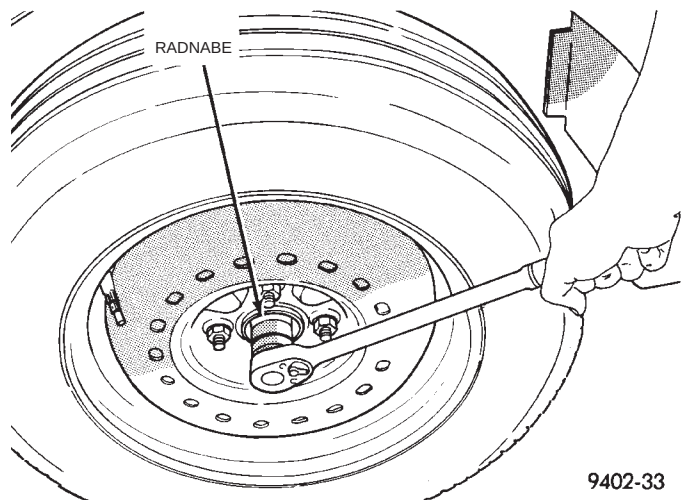

Abb. 59 Zentralmutter der Radnabe lockern
(2) Zentralmutter der Radnabe lockern. Das Fahrzeug steht dazu auf dem Boden, Bremsen angezogen (Abb. 59). **Radnabe/Radlager und die Antriebswelle sind durch den Achsschenkel hindurch über eine Keilverzahnung drehfest miteinander verbunden und mit der Zentralmutter befestigt.**